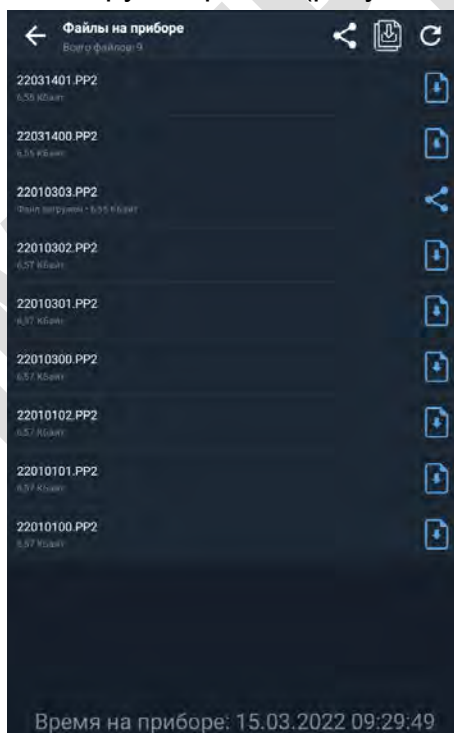

Рисунок 26 – Загрузка завершена
3.6.5.6 Дождитесь завершения загрузки файла (рисунок 26).